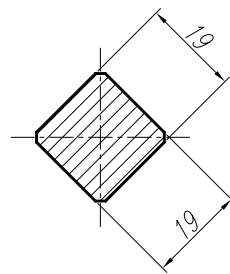

图 11-70 标注四方尺寸
2) 标注四方尺寸。选择“标注”功能面板的“对齐标注”工具图标, 或者选择“标注”菜单中的“对齐”项, 也可以直接从命令行输入 DIMALIGNED, 选择标注线起点和终点, 结果如图 11-70 所示。具体命令内容如下: